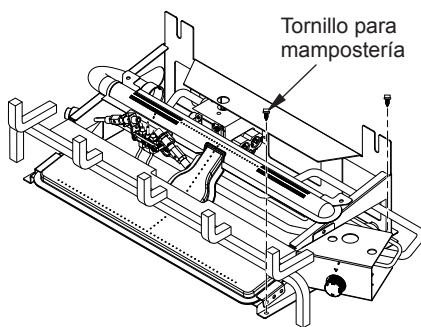

Figura 11 - Instalación de la base en el suelo de la chimenea
2. Marque las ubicaciones de los tornillos a través de los orificios de la abrazadera de montaje (consulte la Figura 11). Si lo instala en una chimenea con la parte inferior de ladrillo, marque las ubicaciones de los tornillos en la unión de mortero de los ladrillos.
5. Fije la base ensamblada al piso de la chimenea mediante dos tornillos para mampostería (en el paquete de aditamentos (consulte la Figura 11).